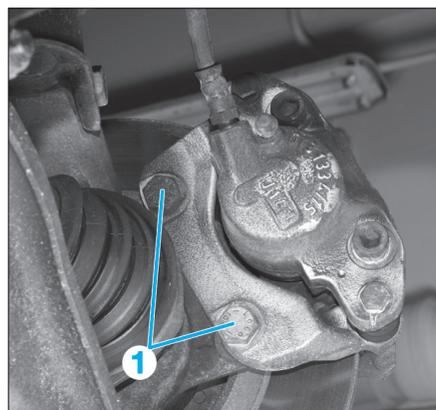

Fig. 2
- Déposer les vis de fixation (1) du support d'étrier, le suspendre sur le demi-train (Fig.2).